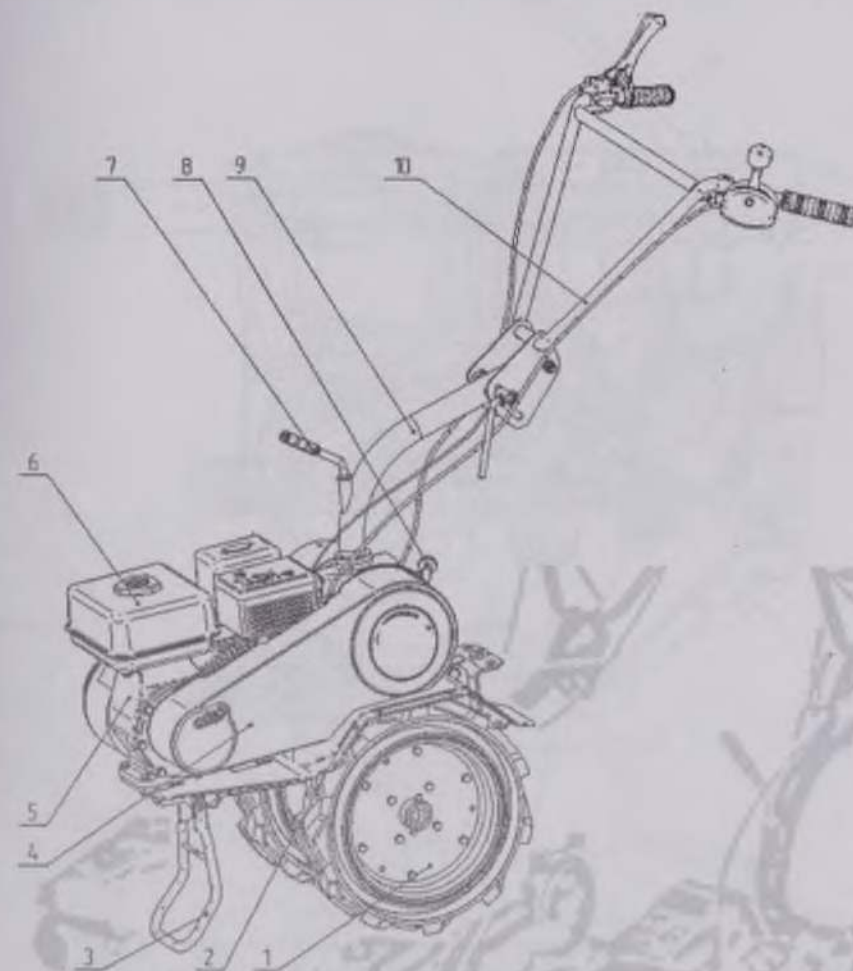
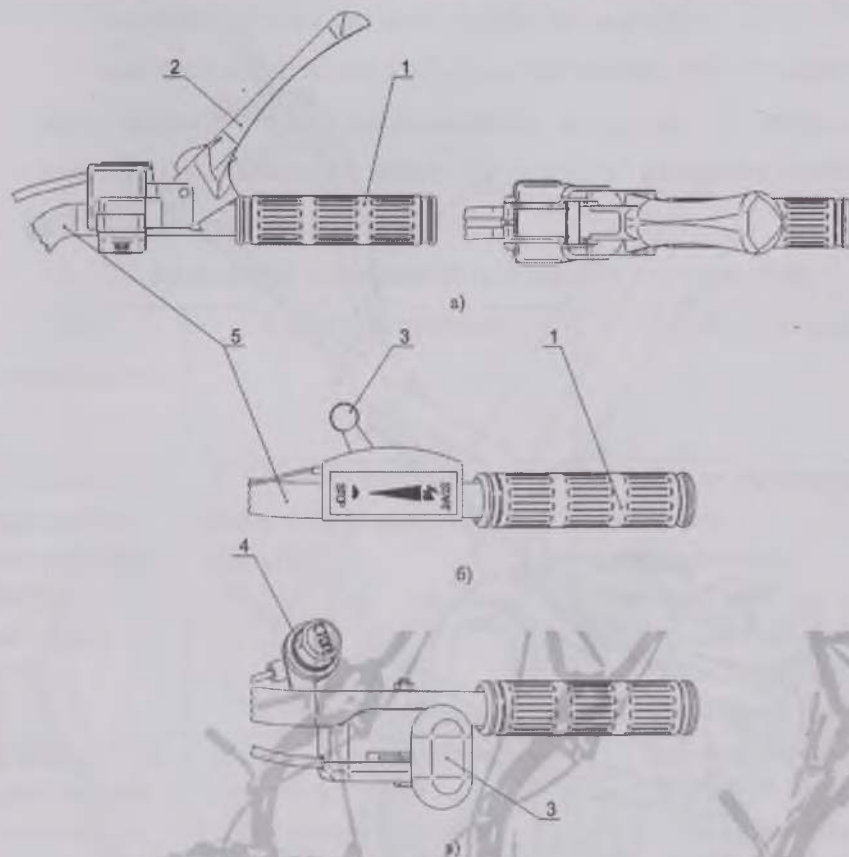

Рис.1 Устройство мотоблока
Рис. 2 Органы управления мотоблоком
- установите стойку руля 9 (рис. 1) на верхнюю часть редуктора мотоблока и ручкой стойки руля 7 закрепите стойку на редукторе;
двигателе рычаг переключения передач должен быть в положении «Н» (нейтраль) рис.5. Перед началом движения рукоятку-опору 3 рис.1 перевести в горизонтальное положение.
При запуске мотоблока рычаг сцепления 2 (рис.2а) на правой рукоятке находится в положении «Выключено» (рычаг отжат). Рычаг управления дроссельной заслонкой 3 (рис. 2б, 2в) на левой рукоятке, установите в положение «Start». Рычаг воздушной заслонки карбюратора (находящийся на двигателе) установите в положение «Перекрыть». Убедитесь, что рычаг переключения передач 8 (рис.1) в нейтральном положении («Н» на этикетке положений рычага переключения передач). Произведите пуск двигателя, как указано в «Руководстве по эксплуатации двигателя».
Примечание: Мотоблок выпускается с двумя вариантами рычага управления дроссельной заслонкой (рис.2б и 2в) в зависимости от типа применяемого двигателя.
Оставляя рычаг сцепления 2 (рис. 2а) в положении «Выключено», переместите рычаг управления передач 8 (рис. 1) в
положение «I» (1-я скорость), переместите рычаг управления дроссельной заслонкой двигателя 3 (рис. 2б) на левой рукоятке мотоблока по часовой стрелке (на увеличение частоты вращения двигателя). Плавное переместите рычаг сцепления из положения «Выключено» в положение «Включено». Колеса начнут вращаться.
По окончании работы мотоблока выключите сцепление, уменьшите частоту вращения двигателя, переведите рычаг переключения передач в положение «Н» (нейтраль), переведите двигатель на режим «Холостой ход», проработайте на холостом ходу 2...3 мин и остановите двигатель, нажав на кнопку «Stop» 4 (рис. 2в), находящуюся на левой рукоятке. Закройте топливный кран на топливной баке двигателя. Если в исполнении мотоблока кнопка «Stop» отсутствует, то необходимо довести рычаг управления дроссельной заслонкой 3 до положения «Stop» (рис. 2б).
Высота руля мотоблока устанавливается следующим образом: установите мотоблок в горизонтальное положение, ослабьте зажим 3 рис. 6, поднимите или опустите руль на требуемую высоту и затяните зажим. Для поворота руля необходимо отвернуть на несколько оборотов ручку стойки руля 7 рис. 1, повернуть на нужный угол стойку руля и завернуть ручку до упора.
- снимите защитный кожух 4 рис. 1 клиноременной передачи;
- включите сцепление, т.е. рычаг сцепления 2 рис. 2а, прижмите к рукоятке;